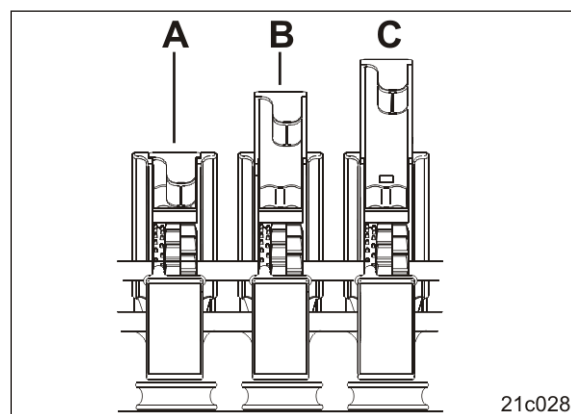

Fig. 143
2. Regule a corrediça de fecho (Fig. 143) no valor da tabela (consulte a página 64).
As corrediças de fecho (Fig. 143) encaixam numa das três posições: